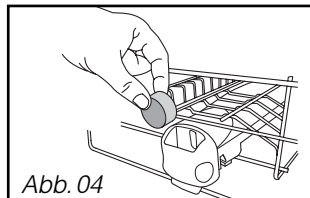
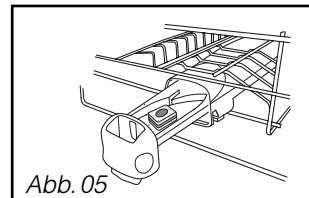

Abb. 04
Abb. 05
Legen Sie herkömmliche Tabs in das äußere Fach (Abb.04) oder ziehen Sie die Spülmittelkammer heraus und legen den Tab hinein. (Abb. 05)
• **Legen Sie den Tab** in das äußere Fach ein (Abb. 04 auf S. 10) oder – für optimales Ergebnis – ziehen Sie die Spülmittelkammer heraus und legen den Tab hinein. (Abb. 05 auf S. 10).